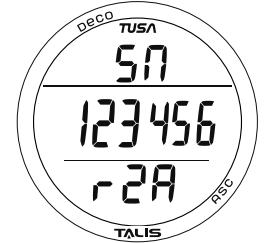

Abb. 44 - SERIENNUMMER
**SERIENNUMMER (SN)**, Informationen beinhalten (Abb. 44):